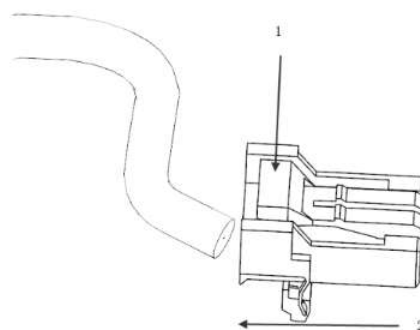

图8-1-9 电动背门开关组接插件拆卸示意图
d. 拆卸电动背门开关组接插件: 如图8-1-9, 用力沿箭头1方向压住卡脚, 再沿箭头2方向拔出线束插头。